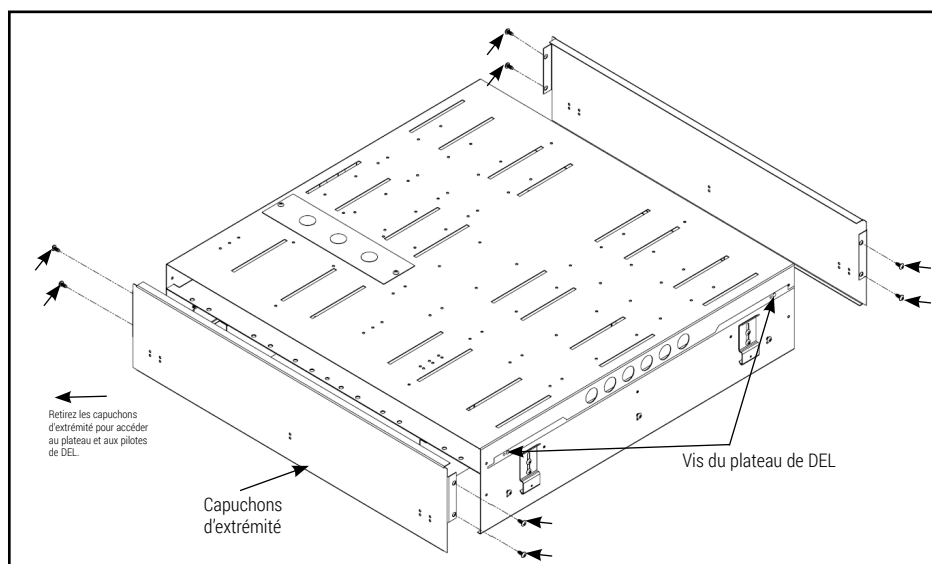

Figure 6.
2. Retirez les capuchons d'extrémité, huit vis, soit deux par côté. Retirez le plateau de DEL, quatre vis, soit deux par côté. Faites glisser le plateau de DEL vers l'extrémité ouverte pour accéder au pilote. (Figure 6)